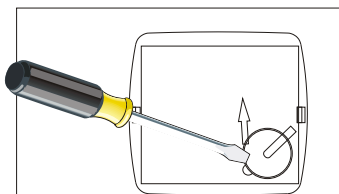

Fig. 4
- Entfernen Sie die Batterien, indem Sie den Schraubenzieher in den Schlitz des Kreises stecken und einen Halbkreis nach rechts drehen, nun können Sie die Batterieabdeckung abheben Abb. 4.